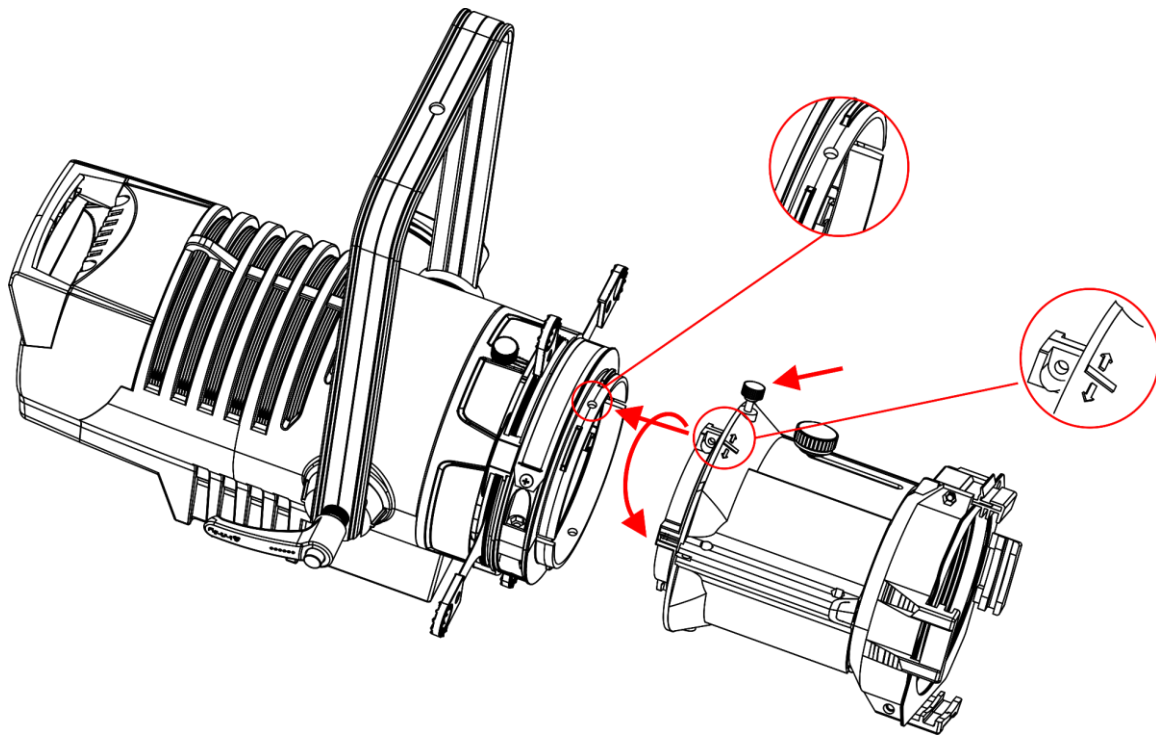

Fig. 05
- 02) Introduzca la sección recortada dentro de la ranura del acople en el punto marcado, véase Fig. 05.